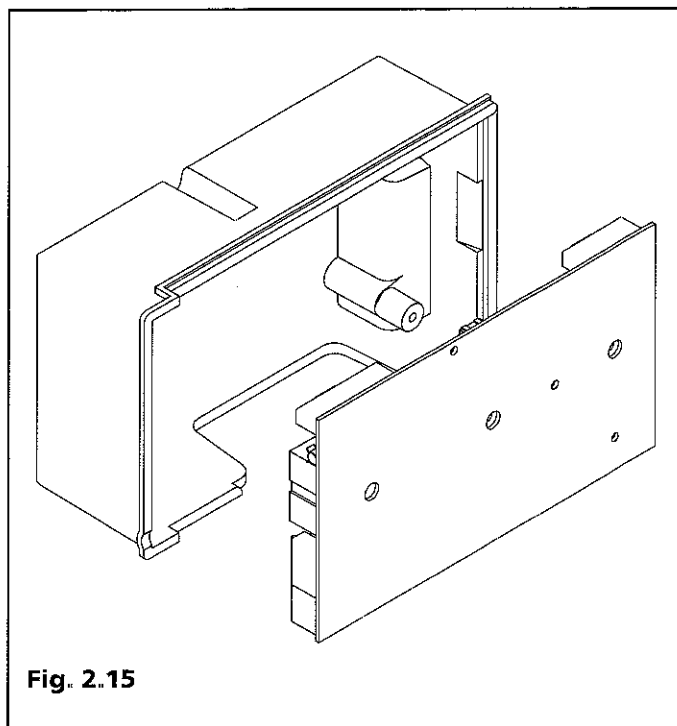

Fig. 2.15
2.10 Alimentatore caldaia (Fig. 2.15)
(Fig. 2.15)